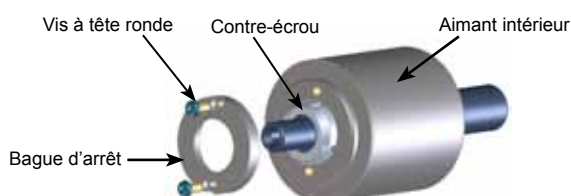

FIGURE 13
3. Déposer les deux vis de 6 mm à tête ronde et la bague d'arrêt. Insérer une barre en laiton entre deux dents du rotor, au travers d'un orifice, et déposer le contre-écrou (voir la figure 13). Déposer l'aimant intérieur de l'arbre en le faisant coulisser. Rappel : cet aimant est très puissant. Pour tout démontage supplémentaire de la pompe, voir l'étape 7 de **DÉMONTAGE DE LA POMPE**.